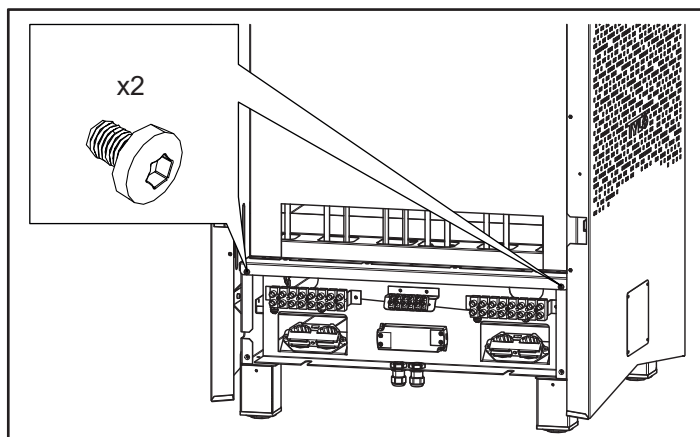

Fig 13: Skjut in lådan och fäst med skruvarna
9. Skjut in lådan och fäst den med 2 skruvar (se fig 13)